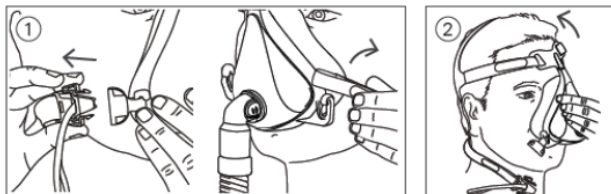

図2-1 取り外し方法
- (1) クイックリリースクリップのクリップ部の側面のボタンをつまむようにして、クリップ部をフレームから外す。または、下部ヘッドギアストラップを下
部ヘッドギアフックから外す。(図2-1-①参照)
- (2) クッションを持ち上げて頭から外す。(図2-1-②参照)